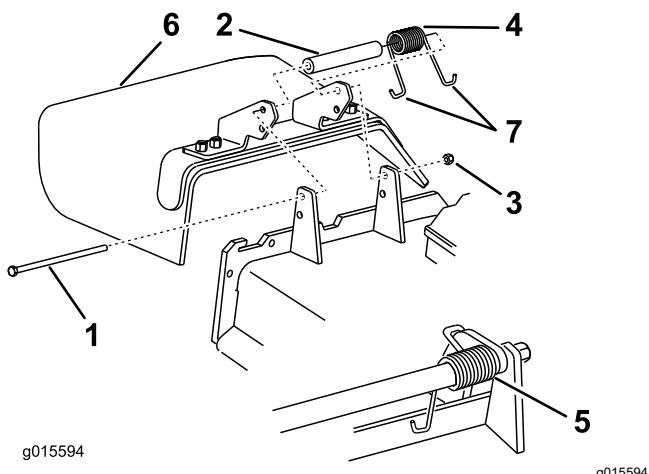

Figura 133
1. Retire la contratuerca, el perno, el muelle y el espaciador que sujetan el deflector a los soportes de pivotе (Figura 133).
2. Retire el deflector de hierba dañado o desgastado (Figura 133).
Nota: Asegúrese de colocar un extremo en J del muelle detrás del reborde de la carcasa antes de instalar el perno, como se muestra en la Figura 133.
6. Coloque un extremo en J del muelle alrededor del deflector de hierba (Figura 133).